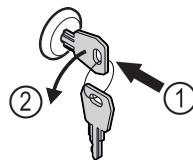

Fig. 201
- ▶ Shtyni çelësin brenda. Fig. 201 (1)
- ▶ Rrotulloni çelësin me 90° në drejtimin kundërorar. Fig. 201 (2)